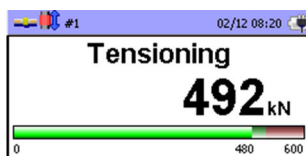

Fig. 51: indicazione nell'unità di comando
- ⇒ L'aumento della pressione è indicato nell'unità di comando (UC).
- ⇒ La forza di serraggio raggiunta rientra nell'intervallo di tolleranza e l'unità di comando (UC) indica Fig. 51.